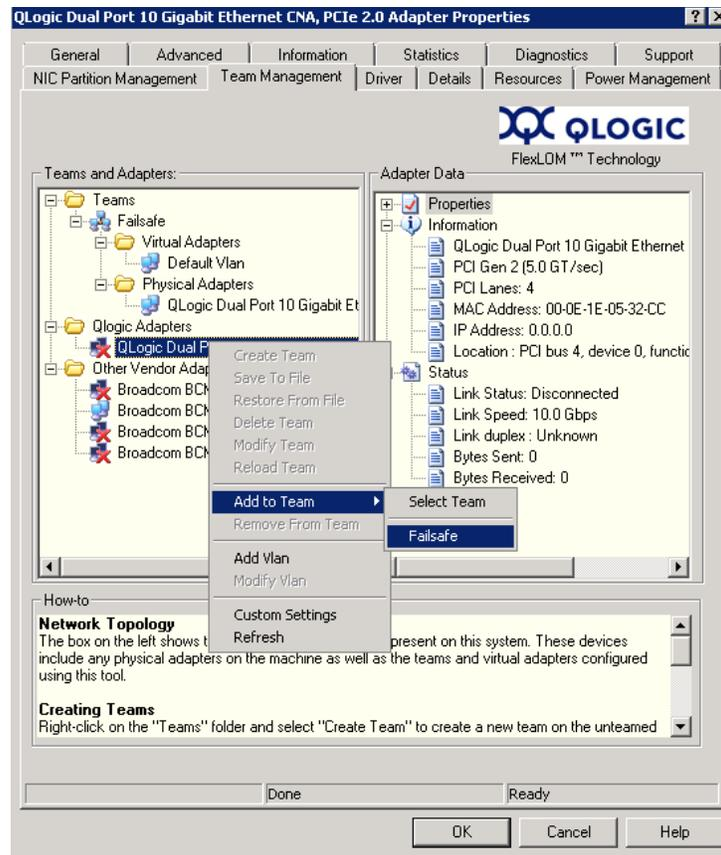

Figure 3-9. Ajout d'une association
2. Dans le menu contextuel pointez sur **Add to Team** (Ajouter à une association), puis cliquez sur l'association à laquelle vous voulez ajouter l'adaptateur (voir Figure 3-9).